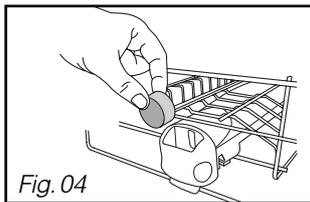
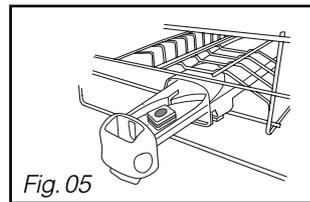

Fig. 04
Fig. 05
não multifunções no compartimento exterior (fig. 04) ou para um óptimo funcionamento, puxar a gaveta do distribuidor e colocar a pastilha. (fig. 05)
- **Colocar a pastilha** no compartimento exterior (fig. 04), **ou para um óptimo resultado, puxar a gaveta do distribuidor e colocar a pastilha no interior.** (fig. 05).